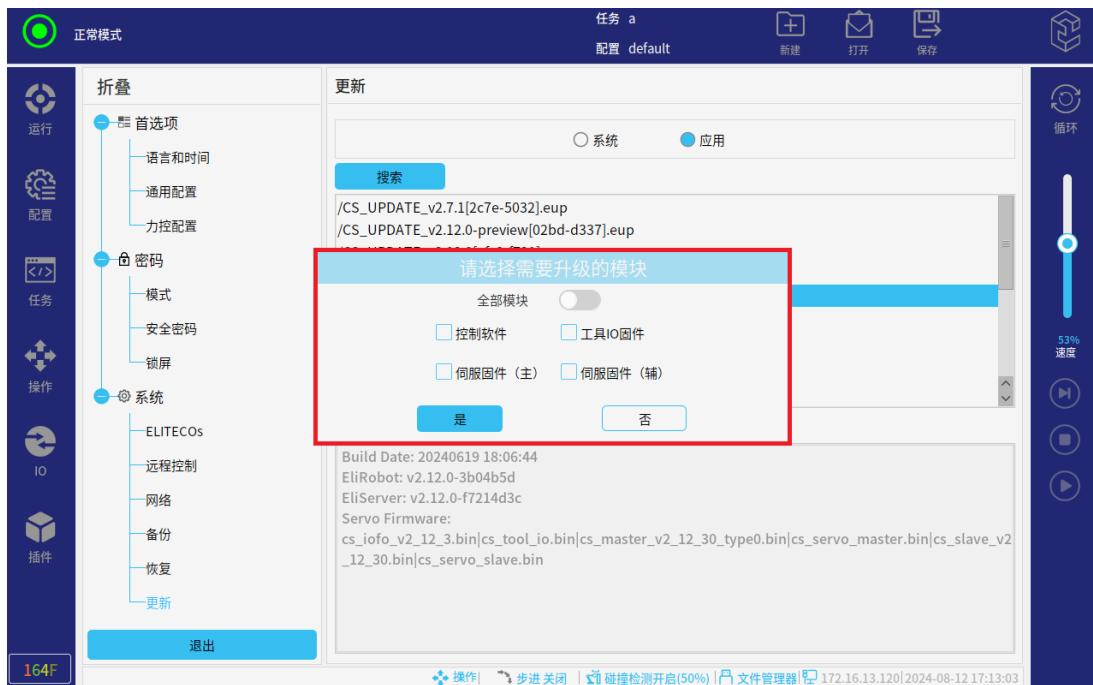
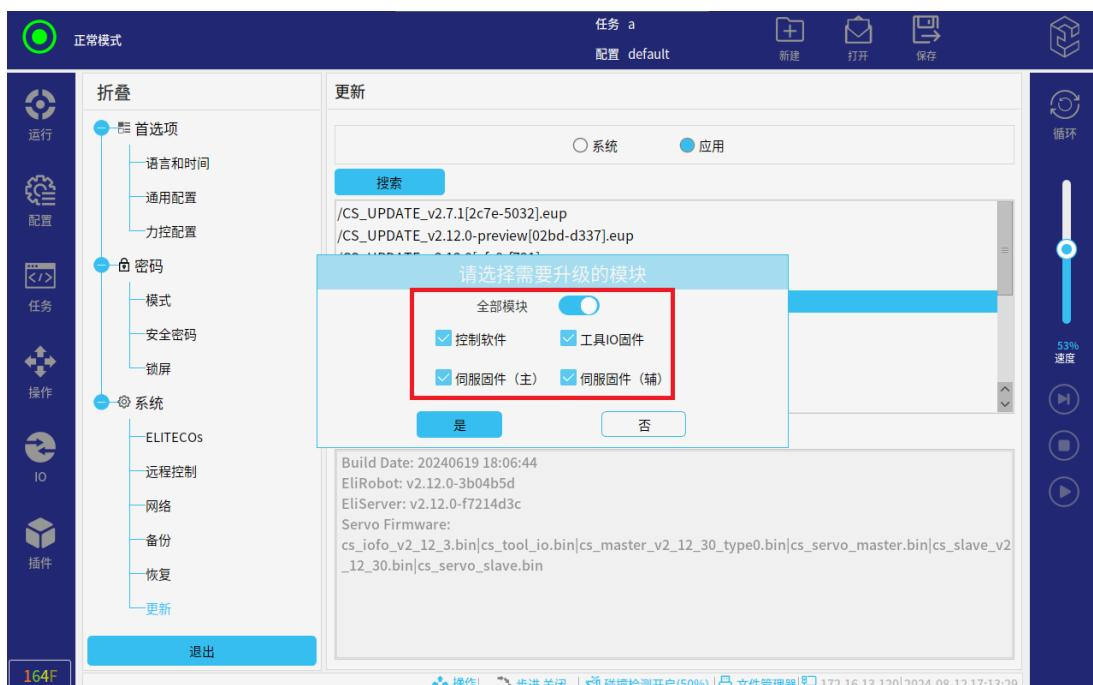
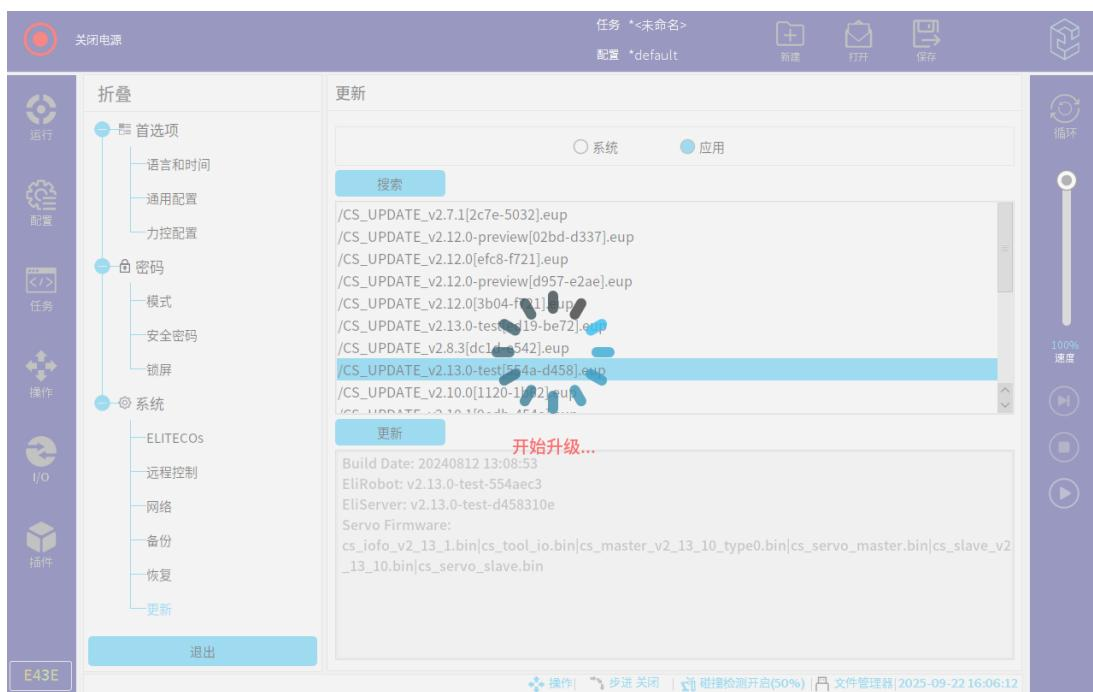

图 3-29: 选择模块
图 3-30: 选择全部模块
图 3-31: 应用更新中
- 应用更新：点击“搜索”，搜索后缀名为.eup 的一站式升级包，如图 3-28 所示；点击“更新”，可对升级的模块按需进行选择，也可一键选择全部模块，如图 3-29 和图 3-30 所示，然后点击“确定”，进行更新，如图 3-31 所示。